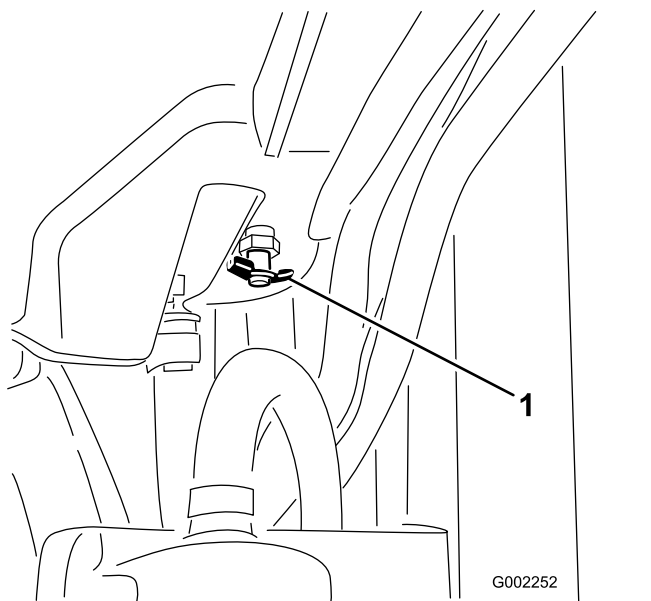

图67
4. 打开排水口（图67）、将冷却液排到盘中。
5. 关闭排水口（图67）。